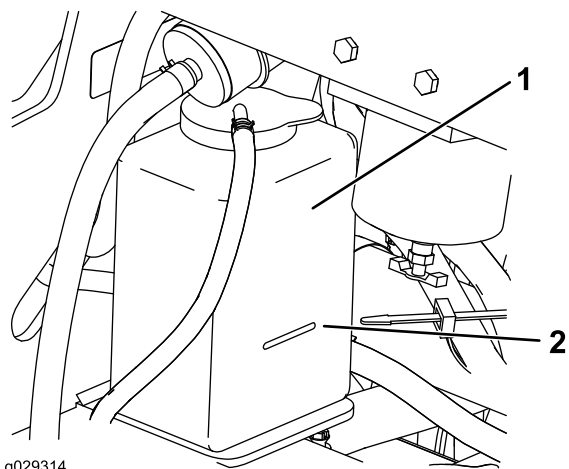

Figure 63
3. Vérifiez le niveau de liquide de refroidissement dans le vase d'expansion (Figure 63).